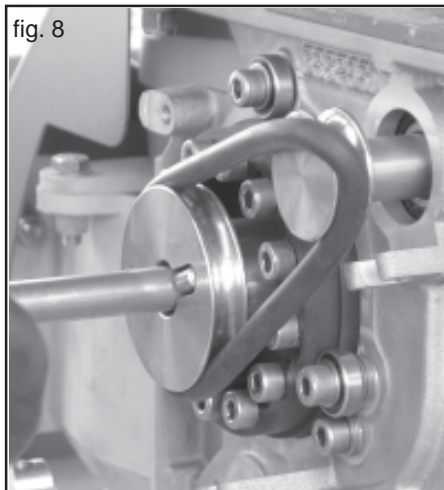

fig. 8
- Zum Abschalten der Rührwelle den Rundriemen ueber die Kante der Antriebsscheibe heben und auf der Gegenseite das Dosierrad leicht in Foerderrichtung drehen. Der Riemen springt ab (Abb. 8).